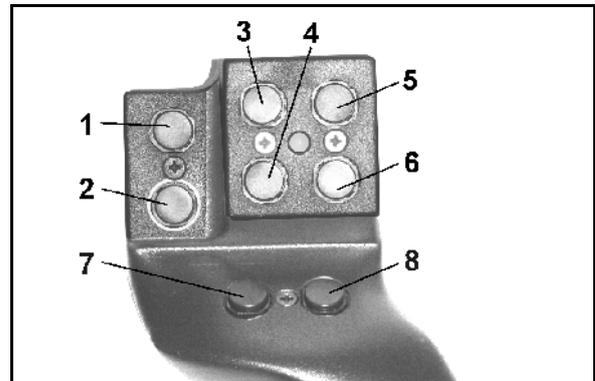

Fig. 69
Zur Bedienung des **AMATRON⁺** hat der Multifunktionsgriff (Fig. 69) 8 Tasten (1 - 8) zur Verfügung. Weiterhin kann mittels Schalter (Fig. 70/2) die Belegung der Tasten 3-fach verändert werden.
-  Mittelstellung (Fig. 69/A) und kann nach
-  oben (Fig. 69/B) oder
-  unten (Fig. 69/C)
Die Stellung des Schalters wird durch eine LED-Leuchte (Fig. 69/1) angezeigt.